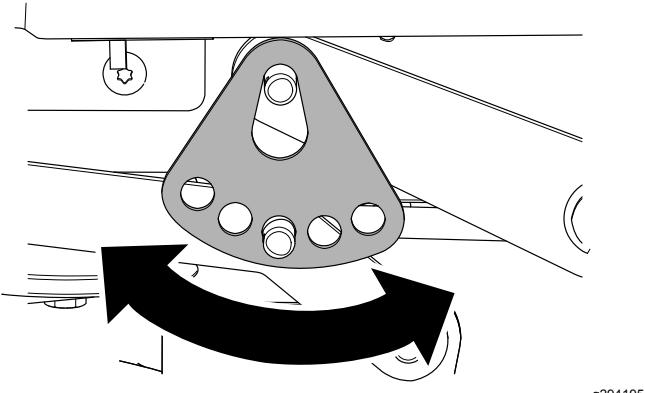

Figure 67
7. Tournez la plaque de hauteur de coupe à un trou différent pour que le poids du plateau de coupe soit soutenu après l'installation de la plaque (Figure 67).
8. Remettez en place la rondelle et la goupille fendue (Figure 67).